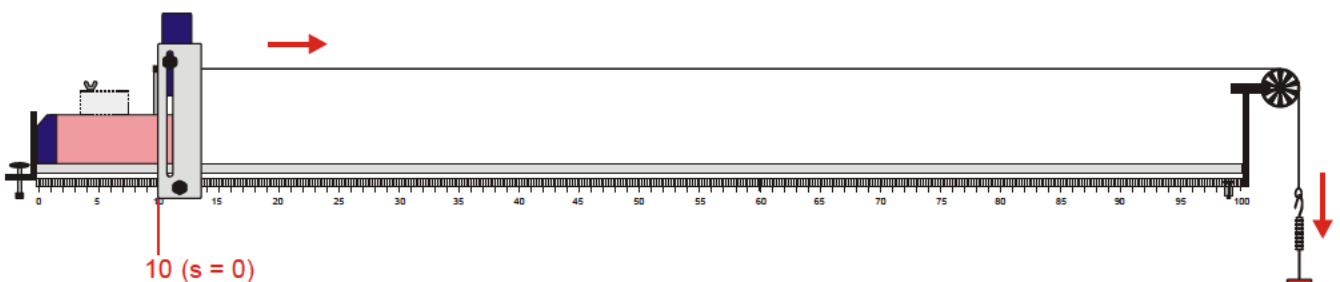

Fig. 1: Startposition des Wagens auf der Rollenfahrbahn
- Experiment gemäß Fig. 1 aufbauen.